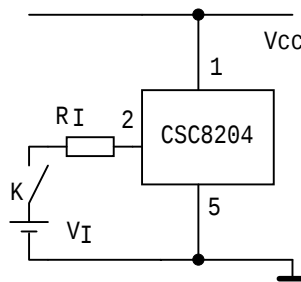

图5
(2) 2 脚经电阻 R_I 接到电位 V_I 上, 也可使电路停止振荡。但在 $V_{SUST} < V_{CC} < V_{INIT}$ 条件下, 2 脚流进的电流 I_E 为 $4\mu A < I_E < 1mA$ 时, 电路可开始振荡。如图 5 所示。